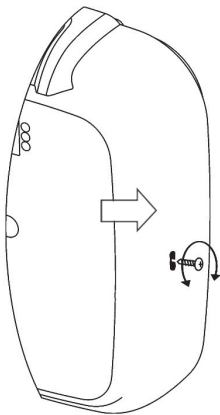

Fig.5 Scoaterea capacului panoului de comandă.
- Pentru a scoate capacul panoului de comandă, e nevoie de o șurubelniță. Amplasarea șurubului e arătată în fig.5. După care mai trebuie de apăsă o dată în orificiu, cu capătul șurubelniței, care e arătat cu săgeata din fig.5.